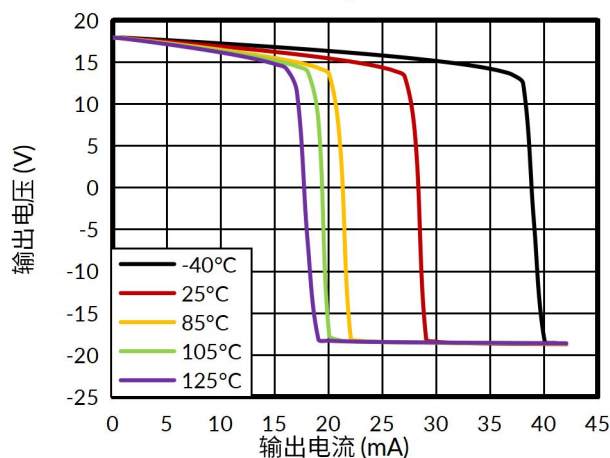
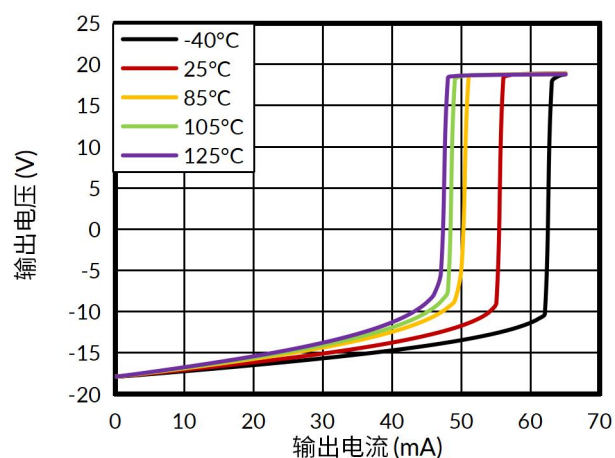

图 9. 正输出电压摆幅与输出电流的关系
图 10. 负输出电压摆幅与输出电流的关系
- (1) 该表仅代表指定温度下及工厂测试条件下的产品参数。工厂测试条件下，产品的自热非常有限。
- (2) 极限值是在 25°C 条件下进行的 100% 生产测试。通过使用统计质量控制 (SQC) 方法的相关性来确保工作温度范围的限制。
- (3) 典型值表示在表征时确定的最可能的参数规范。实际典型值可能随时间变化，也将取决于应用和配置。
- (4) 总 V_{OS} , 参考输入 = $(V_{OSI}) + (V_{OSO} / G)$ 。
- (5) RTI = 参考输入。
- (6) 不包含外部电阻 R_G 的影响。
- (7) 见典型参数曲线：输出电压摆幅与输出电流的关系（图9 至图 10）。
TLX620 可在 4.5V 至 36V 单电源下工作。通过 REF 引脚实施电平移位，将内部输出电压调整至线性工作区。理想情况下，将 REF 引脚连接至电源中值电位可避免输入级放大器 (A_1 和 A_2) 输出饱和。当负载参考地为 GND 时，实际输出电压摆幅下限被限制为地电平之上 250mV。输出电压摆幅随输出电流的变化规律参见典型特性曲线输出电压摆幅和输出电流的关系（图 9-图 10）。REF 引脚的驱动规范详见“基准引脚驱动技术”章节。